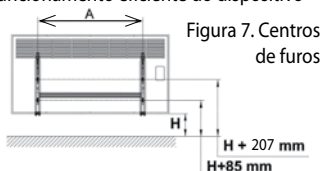

Figura 7. Centros de furos
2. O cabo de tomada do Convector de Pannel Elétrico deve estar posicionado corretamente à tomada para que o cabo não seja forçado. Para este fim, depois de definir lugar certo para o aparelho, os centros de furos apropriados para instalação sejam marcados de acordo com as dimensões da Figura 7. Para este processo, pode usar imagens de FIG 5 como um padrão para os ganchos de suspensão fornecidos. Para a marcação, colocam os ganchos pendentes à parede e marcam os os furos locais intervalos do buraco oval do convector do painel (de preferência) com um lápis de tal modo que é de mínimo 100 mm e máximo 200 mm acima do chão.